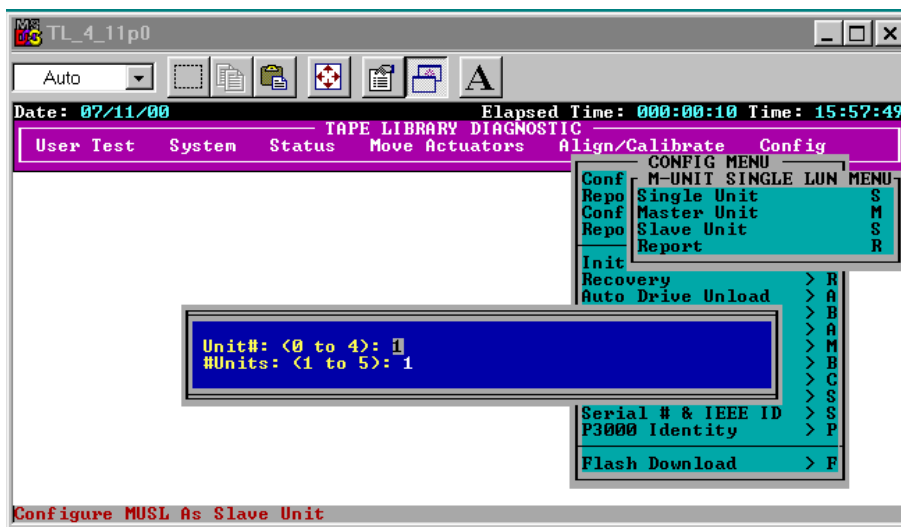

Figure 3-14. Boîte de dialogue du sous-menu de configuration
- Après avoir sélectionné Master Unit ou Slave Unit, entrez l'Unit # (numéro de l'unité) (0 à 4) pour la librairie, et le # Units (nombre d'unité) (1 à 5) pour le nombre de librairies contenues dans le système multilibrairie (voir la Figure 3-14).